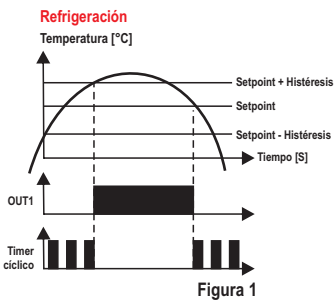

Figura 1
- **Timer disparado por SP1 (F22=1):** el timer es disparado siempre que la temperatura alcanza el valor configurado para SP1. El timer desconecta cuando la temperatura alcanza SP1 + F06 (si la 1ra. etapa estuviera configurada como refrigeración) o SP1 - F06 (si la 1ra. etapa estuviera configurada como calefacción), como muestra la Figura 1.